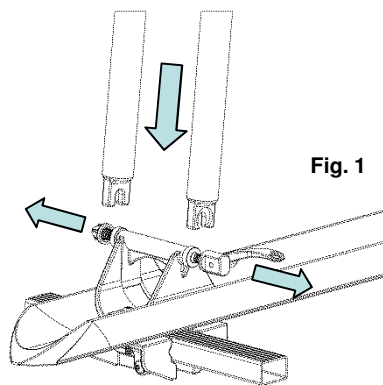

Fig. 1
1. Avant de charger le vélo, s'assurer que la bride de fourche et l'écrou ont été dévissés à la largeur maximale – Voir figure 1.